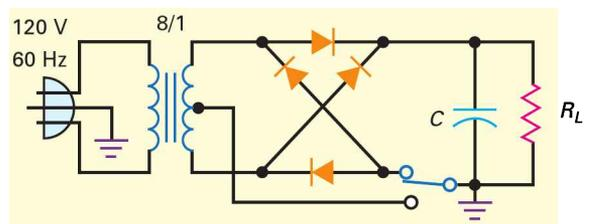

Figure 4.46
4.48 Quelle est la valeur de la tension de sortie quand l'interrupteur est sur la position indiquée sur la figure 4.46 ? Quelle est la nouvelle valeur quand il est basculé sur l'autre position ?